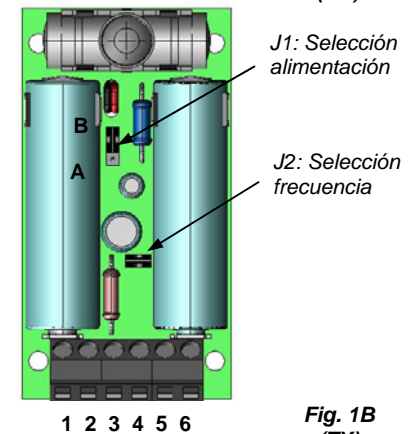

Fig. 1B (TX)
- Realice las conexiones tal como se describe en los párrafos anteriores y seleccione la alimentación del transmisor con el puente correspondiente (J1, Fig. 1B).
- Conecte a la correspondiente caja de bornes (bornes 3 y 4, Fig. 1B) el contacto del borde o del dispositivo externo de seguridad del transmisor. **Si no se utiliza esta opción, puentee los bornes 3 y 4.**
- Conecte a la correspondiente caja de bornes (bornes 5 y 6, Fig. 1B) el contacto del borde resistivo 8K2 externo del transmisor. **Si no se utiliza esta opción, NO puentee los bornes 5 y 6.**